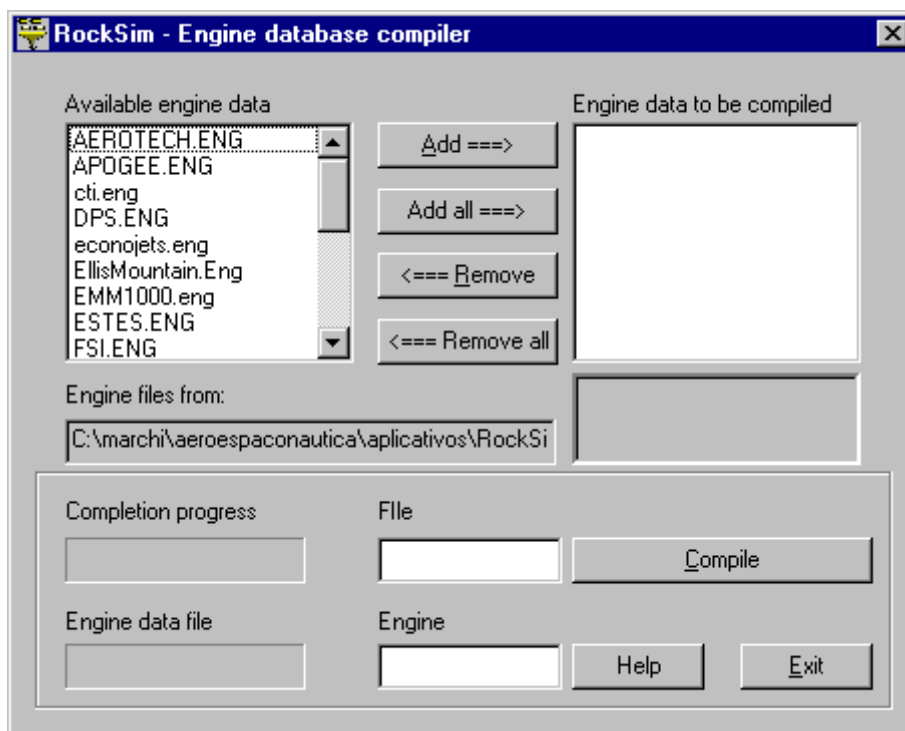

Figura 6. Janela principal do aplicativo Compile Engines do RockSim 7.0.
1) Inicializar o aplicativo Compile Engines do RockSim 7.0. O resultado deve ser a janela mostrada na Figura 6.